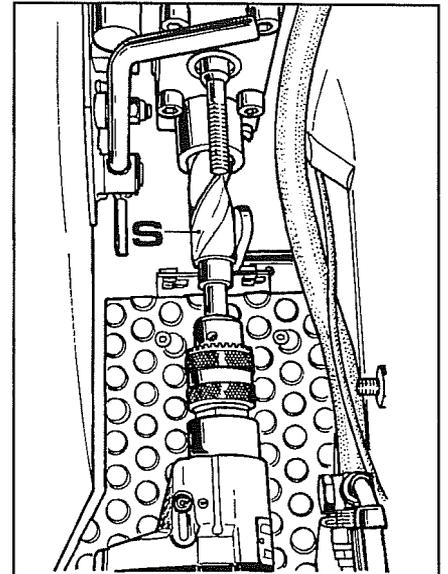

Fig. 18
- 1 Aplicar a la abrazadera el casquillo con diámetro interno 25 mm, luego efectuar el primer orificio con la relativa punta (**S** fig.18) y con taladro en velocidad lenta.
- 2 Aplicar a la abrazadera el casquillo con diámetro interno de 28,5 mm luego efectuar el segundo orificio con la relativa broca (**S** fig.18) y con el taladro en velocidad lenta.